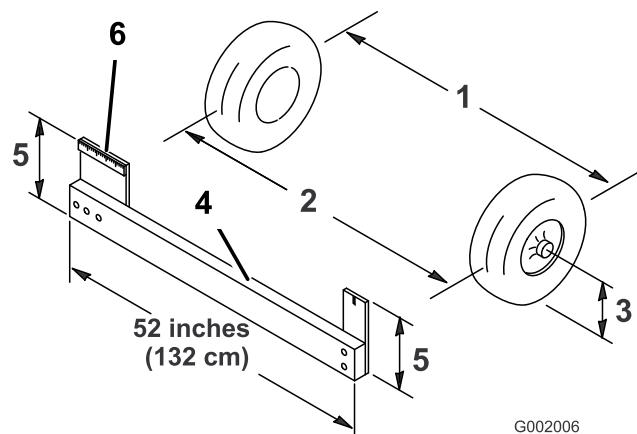

Figura 60
4. Misurate la distanza tra i pneumatici anteriori all'altezza dell'assale, davanti e dietro le ruote anteriori (Figura 60). Per rilevare la misura posteriore dei pneumatici anteriori all'altezza dell'assale occorre un attrezzo o un calibro di allineamento; usate lo stesso attrezzo, o calibro di allineamento, per rilevare con precisione la misura anteriore dei pneumatici anteriori all'altezza dell'assale (Figura 60).